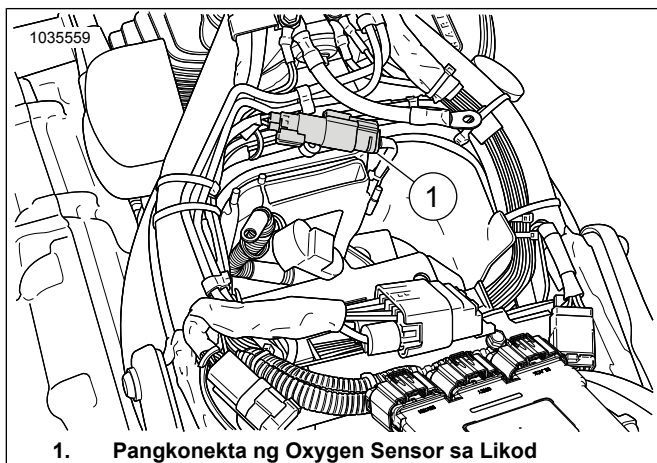

Figure 31. Lokasyon ng Oxygen Sensor sa Likod
Tingnan ang Figure 31 . Idiskonekta ang pangkonekta ng oxygen sensor (1) mula sa pangunahing harness.
Tingnan ang Figure 31 . Iruta ang itim na pangkonekta ng harness sa pangunahing harness. Mga pangkonektang magkakapareho ng kulay: itim sa itim.